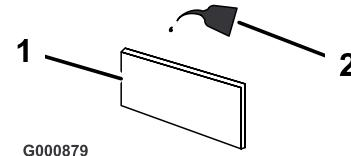

Bild 28
C. Tränken Sie den Einsatz mit frischem Motoröl. (Bild 28). Drücken Sie den Einsatz, um überflüssiges Öl zu entfernen.